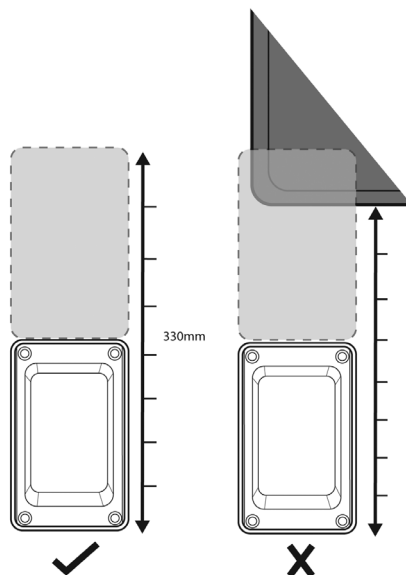

Bild 3
- (bild 3) Se till att du har tillräckligt med ledigt väggutrymme för installationen inkl. tillräckligt med plats för Whale Easi-Slide-locket vid installation och öppnande.